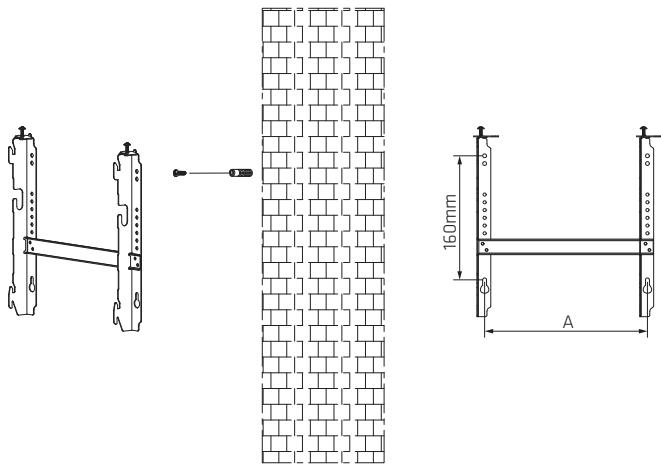

Fig.2
2. Kontroller med vater at braketten er helt vannrett, og marker plasseringene til hull på veggen. Bor hull i veggen for tappene med en egnert borrebit. Sett tappene inn i hullene, og skru veggfestebraketten godt fast på veggen (fig 2).